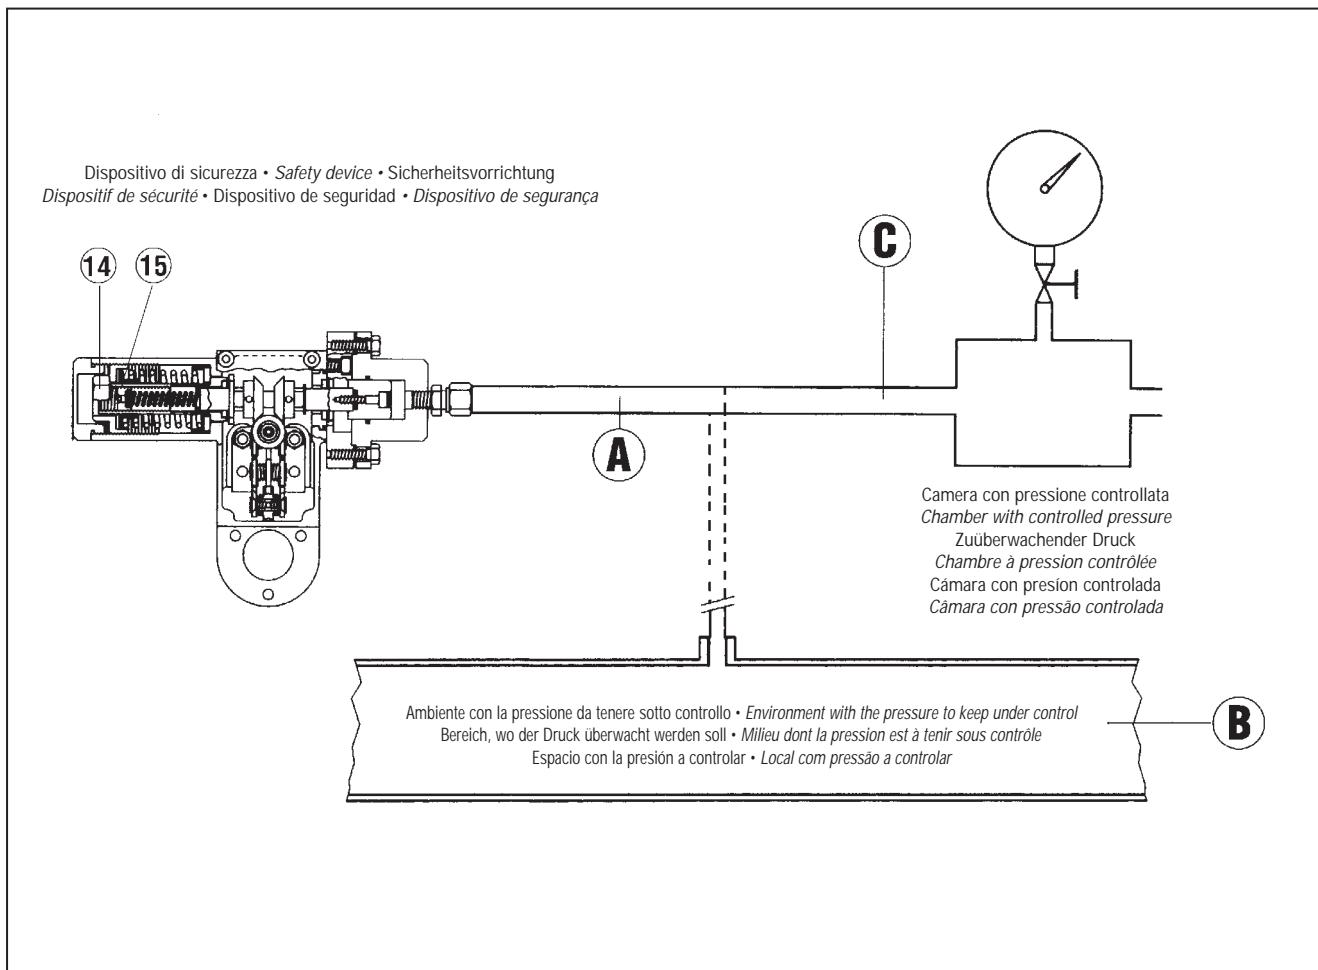

Fig. 24
B) Per dispositivi sprovvisti della valvola "push" (fig. 24) è consigliabile collegare separatamente la testata di comando ad una pressione ausiliaria controllata e ripetere le operazioni qui sopra descritte.
B) On devices without the "push" valve (fig. 24) we recommend separately connecting the control head to a controlled auxiliary pressure and repeat the operations described above.
B) Bei Anlagen ohne Prüfventil "Push" (Abb. 24): Impulsleitung lösen und Prüfleitung am SAV-seitigen Anschluß anschließen; weiteres Vorgehen wie oben beschrieben.
B) Pour les dispositif sans vanne "push" (fig. 24) il est conseillé de brancher séparément la tête de commande à une pression auxiliaire contrôlée. Répéter les opérations décrites ci dessus.
B) Respecto a los dispositivos no provistos de la válvula "push" (fig. 24), se aconseja conectar por separado la cabeza de mando con una presión auxiliaria controlada, y repetir las operaciones descritas más arriba.
B) Para instalações sem a válv. "push", ligar directamente a fonte exterior de pressão ao prato da válv. de segurança (fig. 24) e proceder como descrito anteriormente.